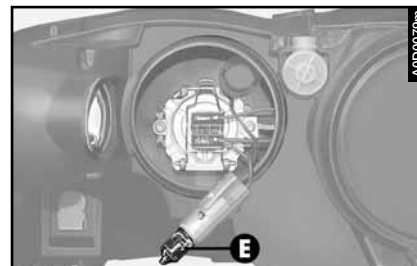

fig. 47
– sacar la lámpara (**E- fig. 47**) del grupo portalámparas, presionándola ligeramente y girándola hacia la izquierda.